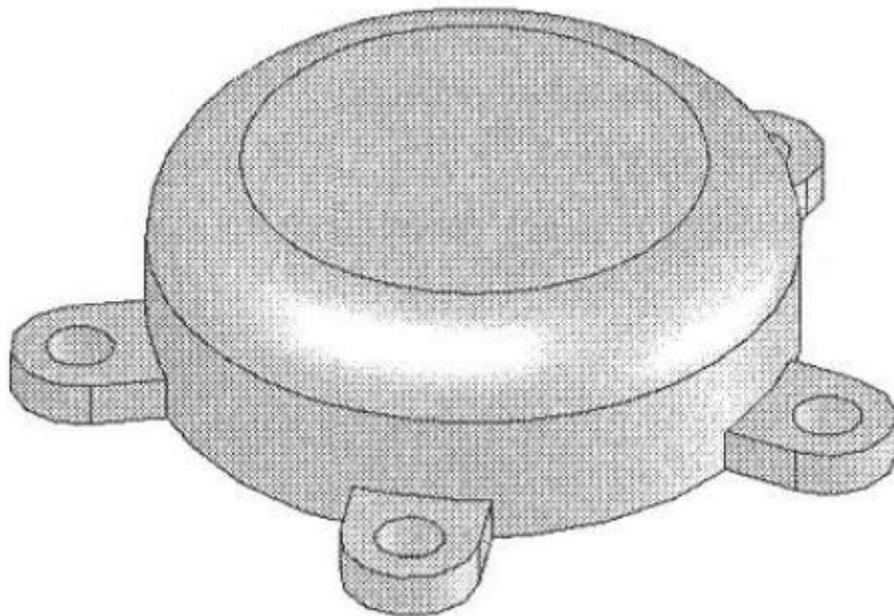

Рис. 4.31. Группа элементов добавлена к модели
4. Размножьте вытянутый элемент, используя инструмент Circular Pattern (Круговой массив), как показано на рис. 4.31.
Модель после создания группы элементов показана на рис. 4.31.